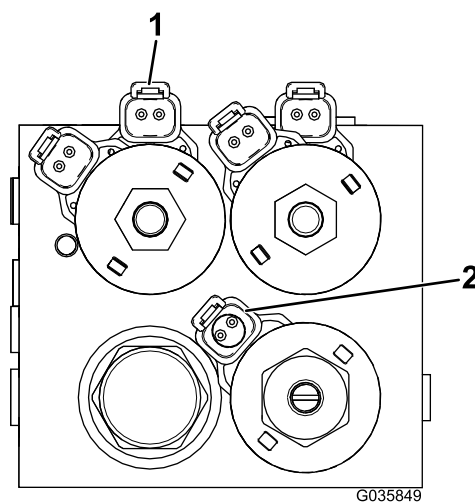

Figure 14
16. Localisez les connecteurs du bloc hydraulique sur le faisceau de câblage et branchez-les aux emplacements correspondants sur le bloc hydraulique ; voir Figure 14.